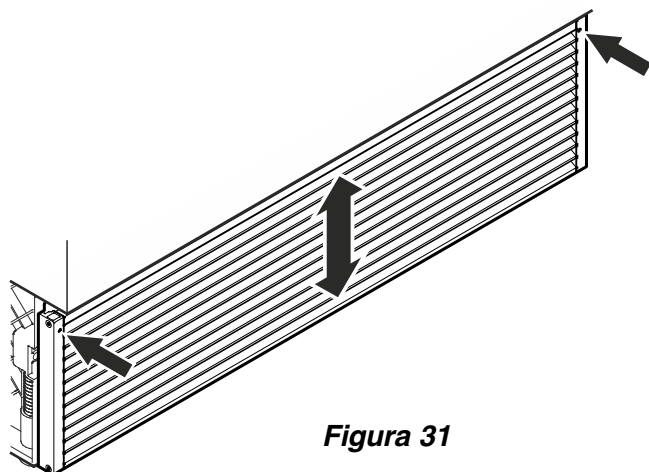

**Figura 30**
7. Instale la rejilla de aireación (**Figura 30**).
La rejilla dispone de pernos en la parte interior (vea detalle en la **Figura 30 a**). Estos pernos se deben introducir en los orificios de los soportes.
**Figura 30 a**